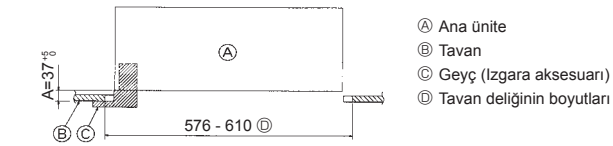

Fig. 2-6
3. Ana üniteyi tavandaki montaj deliğiyle hizalanamıyorsa, montaj levhasındaki bir yarık vasıtasıyla ayarlanabilir. (Fig. 2-6)